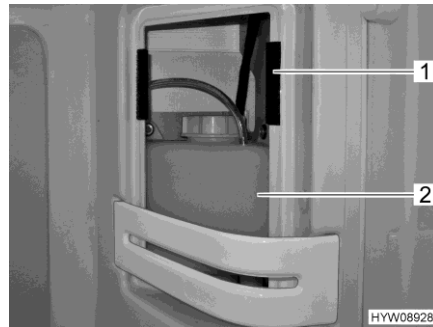

Bild 172 Ausgleichsbehälter (Warmwasser-Heizung)
- Abdeckung am Ausgleichsbehälter (Bild 172,2) rechts oben in der Dusche abnehmen. Die Abdeckung ist mit Klettband (Bild 172,1) befestigt.